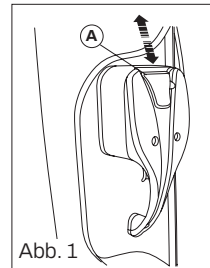

Abb. 1
(Abb. 1 und 2)
- Das Wohnmobil ist mit festen Lüftungsöffnungen ausgestattet (die nicht verdeckt werden dürfen), die sich in einigen Dachfenstern, im Falz der Einstiegsstufe, im Möbelaufbau und im Boden befinden (Abb. 1 und 2)